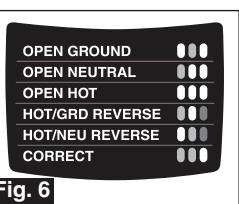

Fig. 6
- Observe los L.E.D. indicadores y compárelos con la tabla de estado ubicada en el alojamiento. (Fig. 6)